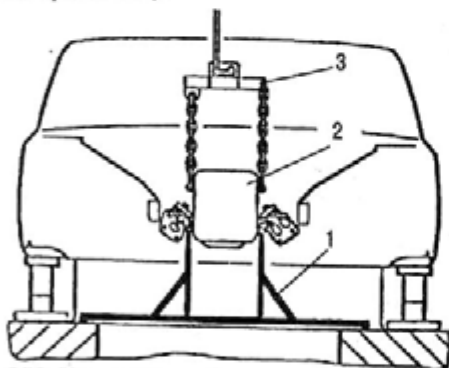

Рис. 258. Установка подставки под двигатель:
- установить подставку под кронштейны крепления двигателя к поперечине и опустить на нее двигатель (рис. 258).